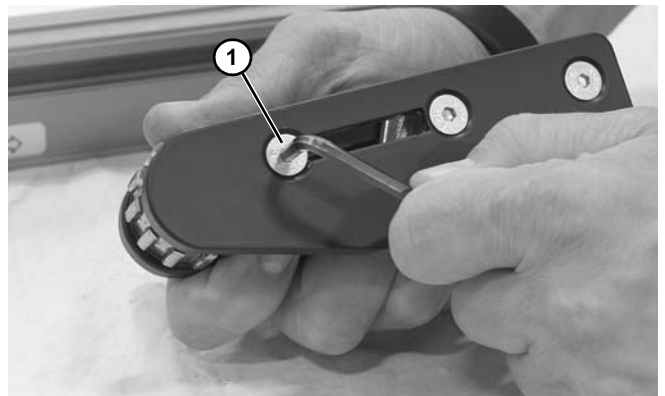

Figura 63
3. Quite los tornillos de sujeción (Figura 63, artículo 1).